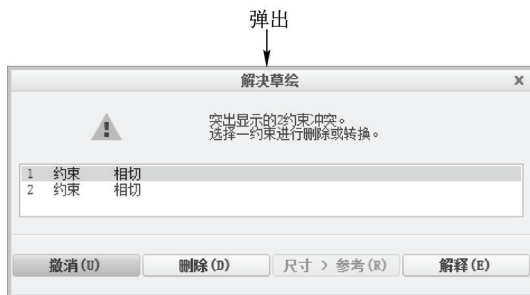

图 4-74 “解决草绘”对话框
STEP 02 在功能区选项板的“草绘”选项卡中，单击“约束”面板中的“相切”按钮，在绘图区中合适的圆弧上依次单击鼠标左键，弹出“解决草绘”对话框，如图 4-74 所示。